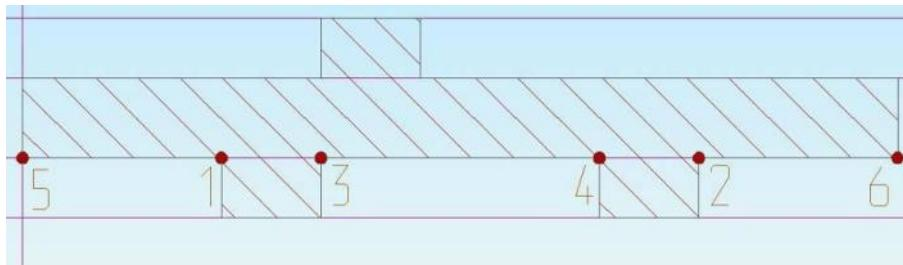

Рисунок 5. Точки для построения фасок и радиусов
3. Укажите узлы углов (точки **1** и **2**, Рисунок 5).
6. Укажите узлы углов (точки **3** и **4**, Рисунок 5).
9. Укажите узлы углов (точки 5 и 6, Рисунок 5).